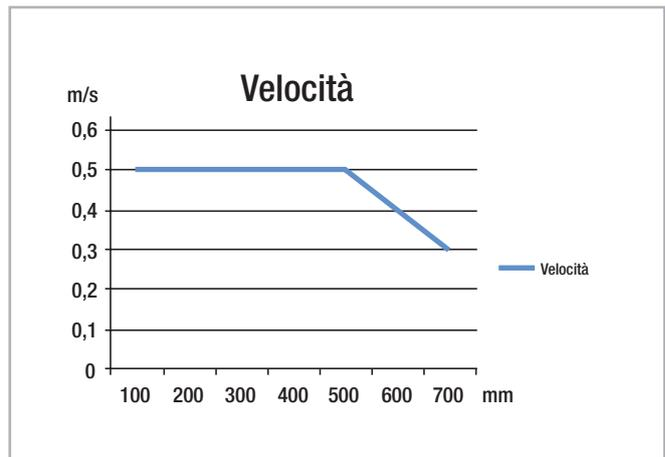

Fig. 24
La velocità di estrazione è determinata dalla massa degli elementi intermedi. All'aumentare della lunghezza, quindi, la velocità massima di estrazione diminuisce (vedere fig. 24). Le velocità massima di estrazione dipende inoltre dal carico e dal tempo di funzionamento. I dati indicati si riferiscono ad un funzionamento continuato con carico massimo ammesso.
- Le guide Light Rail ad estrazione parziale e completa sono adatte per l'uso in sistemi automatici. In questo caso, la corsa deve rimanere sempre costante in tutti i cicli e si deve verificare la velocità di estrazione (vedere pag. LR-14, fig. 24). Il movimento delle guide telescopiche avviene grazie a gabbie di sfere interne che, nelle diverse corse, possono subire uno spostamento rispetto alla posizione originaria. Questo sfasamento può influire negativamente sulle caratteristiche di scorrimento o limitare la corsa. Se l'applicazione richiede corse diverse, la forza di azionamento deve essere adeguatamente dimensionata, in modo da poter sincronizzare correttamente lo spostamento della gabbia a sfere. Altrimenti prevedere regolarmente una corsa massima aggiuntiva, in modo da assicurare il corretto posizionamento della gabbia a sfere.